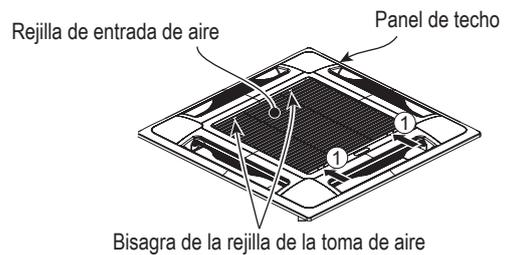

Fig. 2-15
- b) Deslizar los fiadores de la rejilla en la dirección que muestran las flechas ① para abrirla. (Fig. 2-15)